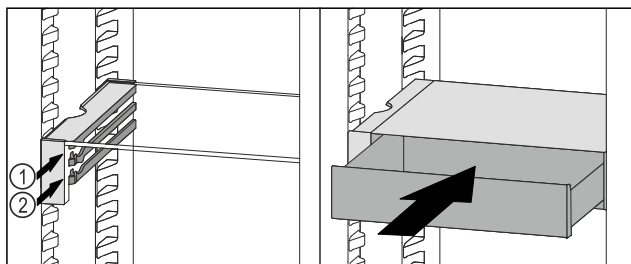

Fig. 97
- VarioSafe-Schubfach hinter den Stopperrn auf gewünschter Rippe Fig. 97 (1) oder Fig. 97 (2) aufsetzen.